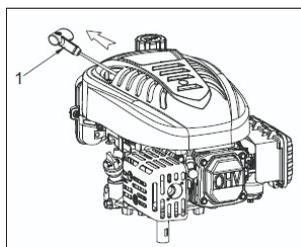

Fig. 3
⚠ ADVERTENCIA: No permita que la empuñadura de arranque (1) se contraiga contra el motor. Póngala de vuelta suavemente para evitar daños en el arrancador (Fig. 3).